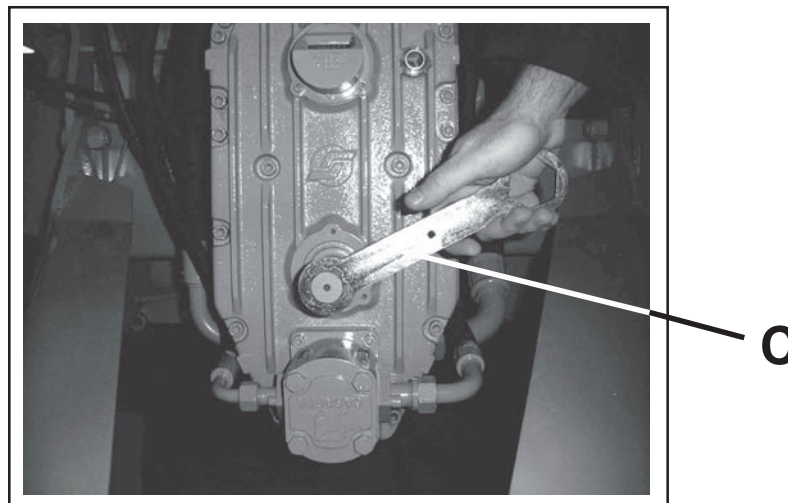

FIG. 14
1. Laat de vijzel ronddraaien met behulp van het gereedschap dat bij de uitrusting van de machine zit (**Onderdeel C - Fig.14 - Pag. 239**) tot het mes in de richting van het tegenovergelegen lemmet staat.
Het draaien van de spiraal moet geheel met de hand gebeuren en met behulp van het speciale bij de machine meegelverde gereedschap (**Part.C - Fig.14**).